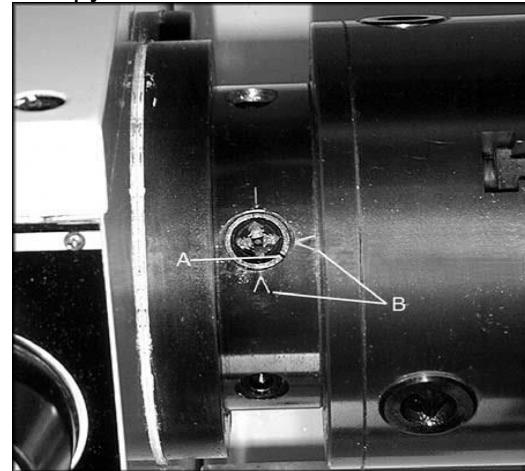

Рисунок 3
**Примечание:** Прежде, чем вынимать патрон из шпинделя, поместите подходящую опору (деревянный бруск) на направляющих станины под патроном. Придерживайте патрон при повороте трех кулачковых зажимов (рис.3) на 1/4 оборота против часовой стрелки с помощью ключа патрона, находящегося в ящике для инструментов.
Поднимите патрон до конца шпинделя и нажмите на шпиндель. Закрепите на месте, поворачивая кулачковые зажимы на 1/4 оборота по часовой стрелке. Риска указателя на кулачковом зажиме (A, рис.3) должна находиться между двумя стрелками (B, рис.3). Если риска указателя не находится между двумя стрелками, выньте патрон и отрегулируйте зажимные болты, повернув на один полный оборот кнаружи (если кулачки не входят в зацепление) или повернув на один полный оборот вовнутрь (если кулачки поворачиваются за пределы риски указателя).